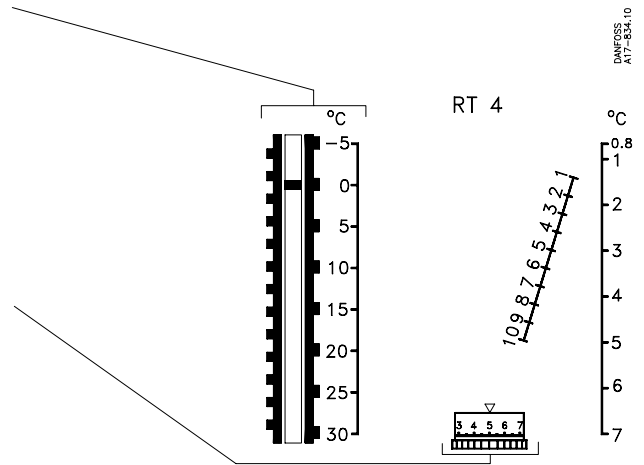

Fig. 2
The differential is set by rotating the differential adjusting nut (19) (fig. 2) according to the nomogram concerned (fig. 2 – 5).
temp. (områdeindstilling). Indstillingen udføres med håndknappen (5) (fig. 1) under samtidig aflæsning af hovedskalaen (9) (fig. 1). Differensen indstilles med differensrullen (19) (fig. 2) efter det pågældende nomogram (fig. 2 – 5). Højeste aktiveringstemperatur er lig summen af indstillingstemperatur og differens.